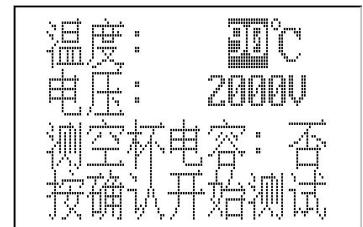
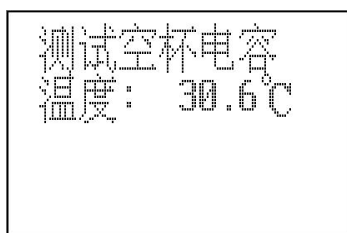
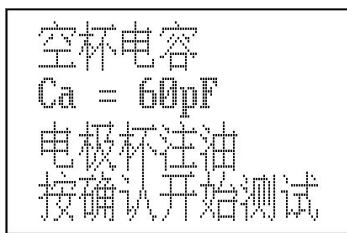

图 5
图 6
图 10
打开电源开关，液晶显示如图 3，并进入初始化界面，如图 4。约等一分钟左右，进入时间设置界面，如图 5。若设置实时时钟按《选择》键移动光标选择，按《▲》和《▼》键设置时间，然后按《确认》完成设置。
参数设置界面如图 5
参数设置界面图 5 中选择“测空杯电容：是”，按《确认》键进入图 6 界面。
1) 升温：进入如图 6 界面后，仪器开始升温，并显示实时温度，直到预定值后开始升压；如果无需升至预定值则随时根据实际情况按《确认》键转入升压
注：如果不测试空杯电容，请在参数设置界面（图 5）中选择“测空杯电容：否”，按《确认》键转入电容值默认界面如图 10，准备介损测试。